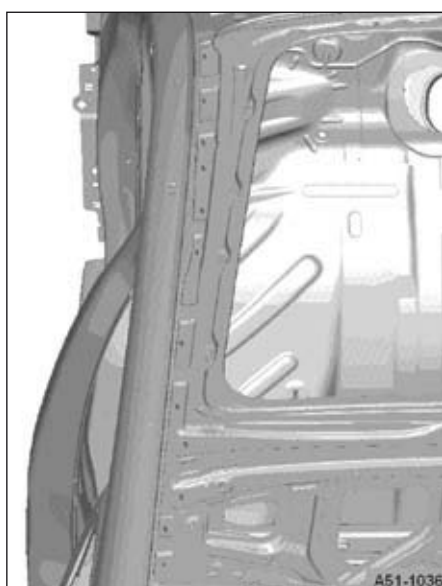

FIG.87
• Repérer les positions des rivets sur le flasque du cadre de pavillon (12 rivets respectivement côtés gauche et droit) (Fig.87).